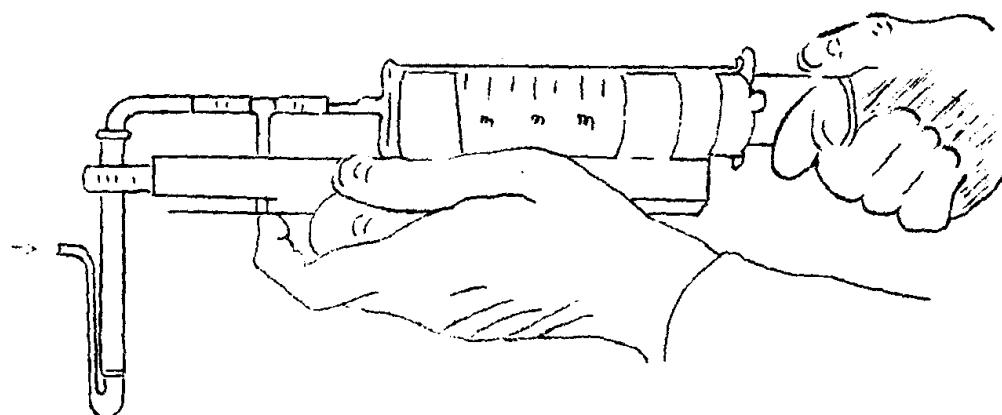

图15 注射器连接T形管、吸收管采样架，采样操作示意。
2. 注射器法：利用100毫升注射器连接T形管（见图15）进行采样。方法是当抽气时由于用手指按压T形管侧臂管口，推入注射器时用两只手指向前捏住T形管与吸收管连接口，空气即从侧臂管压出，如此连续进行可代替抽气唧筒。